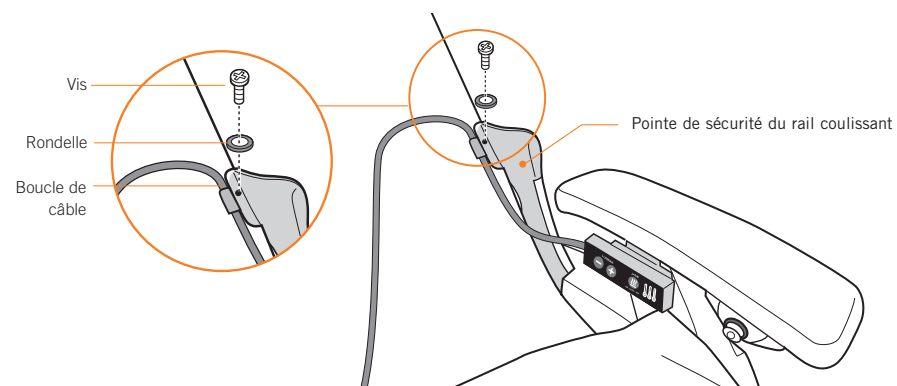

Fig.12
8. À l'aide du tournevis à tête cruciforme, retirez la vis et la rondelle qui fixent l'embout de sécurité du rail coulissant gauche (Fig. 12).
9. Placez la boucle de câble du panneau de commande à son emplacement sur le trou de vis, puis remettez la vis et la rondelle pour la fixer. (Fig.12)